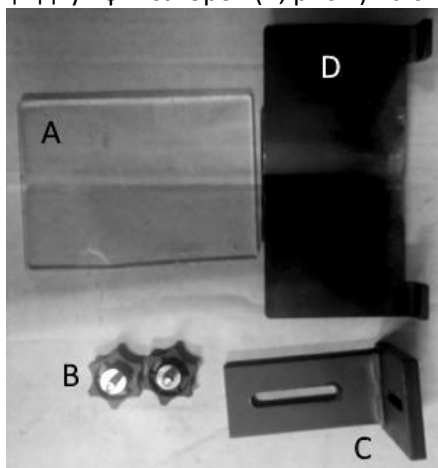

Рис.2
- Установите кронштейн опорного стола (С, рис.2) на станок.
- Установите опорный стол (D, рис. 2) на кронштейн.
- Установите прозрачный экран (А, рис. 2) при помощи двух фиксаторов (В, рис.2) на станок.